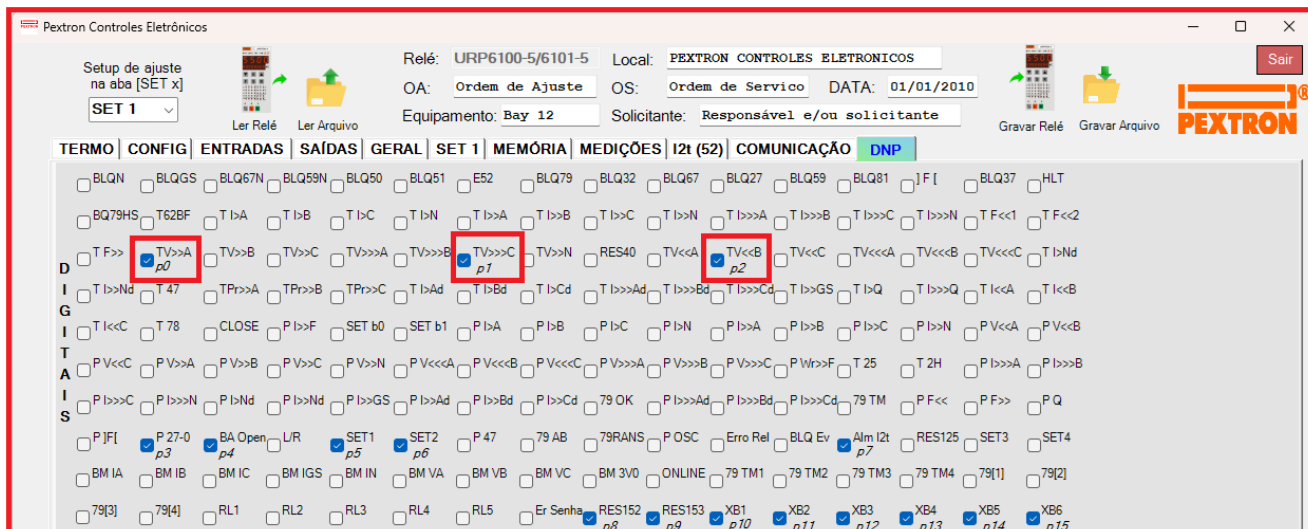

Fig. 21.12: Pasta DNP indicando os pontos seleccionados.
**Exemplo: Modo CONDENSADO** - Seleccionamos os itens TV>>A, TV>>>C e TV<<B (fig. 21.12). Na parte inferior direita do check Box aparece a indicação do ponto p0 ou p1 ou p2 sucessivamente.